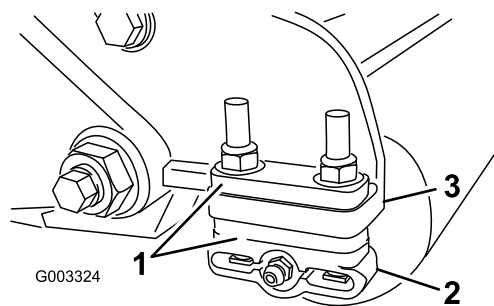

Figure 18
1. Réglez les supports du rouleau arrière (Figure 18) à la plage de hauteur de coupe voulue en positionnant le nombre correct d'entretoises sous le rebord de la plaque latérale (Figure 18) en vous reportant au tableau des hauteurs de coupe.